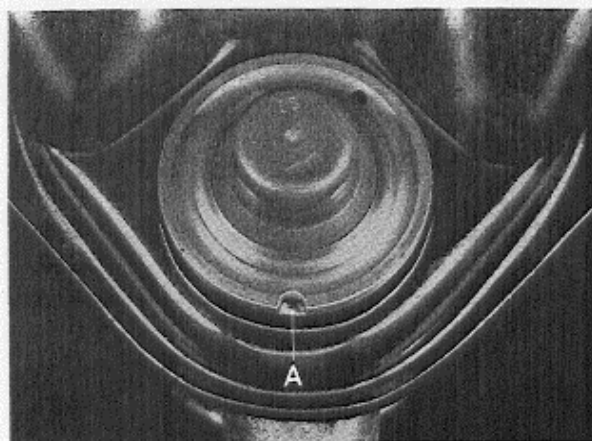
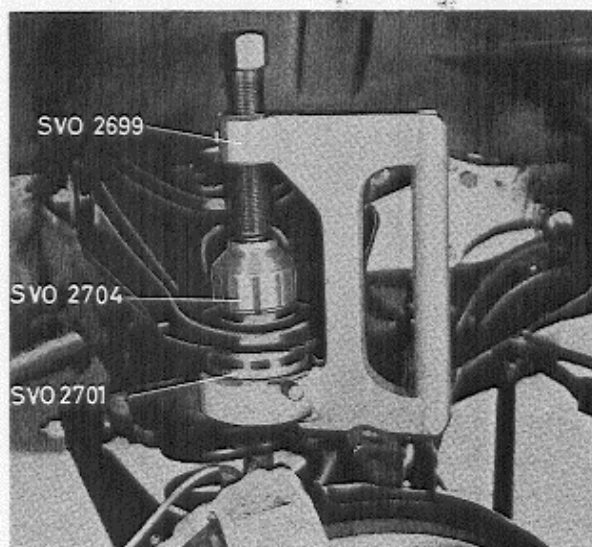
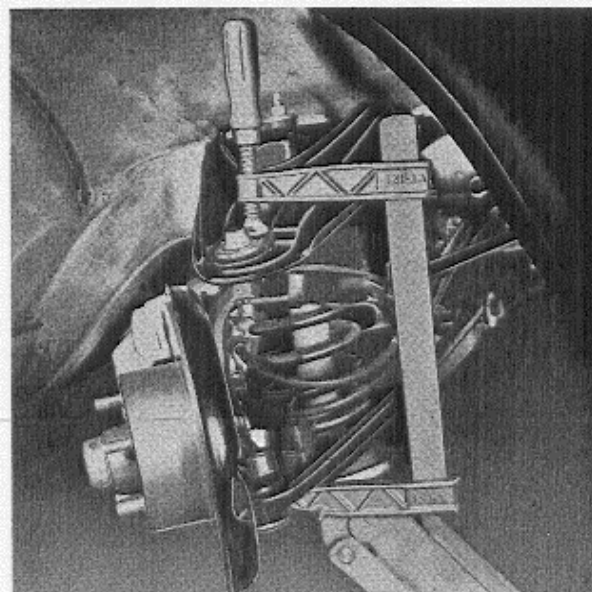

Fig. 6-20. Stand van kogelgewricht, bovenste draagarm
Fig. 6-21. Montage kogelgewricht, bovenste draagarm
Fig. 6-22. Stevig vastklemmen van kogelgewrichten door middel van een schroefklem
6. Breng de fusee op zijn plaats en zet de moeren van de kogelgewrichten vast. (Houd, indien de kogel meedraait, deze stevig aangedrukt met een klem, zie Fig. 6-22).
5. Controleer, voordat het kogelgewricht wordt gemonteerd of de rubber hoes met vet gevuld is. Buig de tap heen en weer in de richting van de uitsparing, zie Fig. 6-20. Controleer of het vet eruit geperst wordt. Vul zo nodig bij met multipurpose vet.
- Pers het kogelgewricht in de draagarm met persgereedschap SVO 2699, huls SVO 2701 en stempel SVO 2704, zie Fig. 6-21. Zorg ervoor dat de gleuf in het kogelgewricht in lijn ligt met de lengteas van de draagarm, het zijn naar binnen of naar buiten, zie Fig. 6-20, daar de tap in deze richting de maximale uitslag heeft. Zou het kogelgewricht verkeerd gemonteerd worden als het werd ingeperst, draai dan SVO 2699 een halve slag om en pers het kogelgewricht in de juiste stand in de draagarm. Draai de draagarm naar beneden en zet de moeren van de draagarmbout vast. Zet het kogelgewricht aan de fusee vast. Houd, indien de tap meedraait deze stevig vast met een schroefklem, zie Fig. 6-22.
- Monteer de fusee en zet de moeren vast van de bovenste en onderste kogelgewrichten. Houd, indien de tappen meedraaien deze stevig vast met een schroefklem, zie Fig. 6-22.